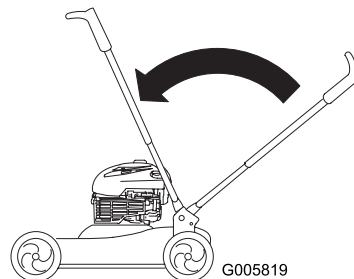

Bild 23
3. Heben Sie den Griff in die vertikale Stellung an (Bild 23).